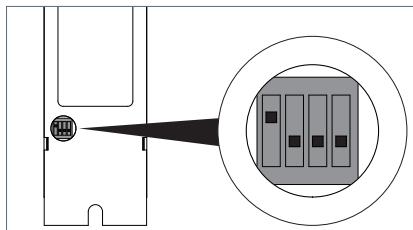

Fig. 29: Position de l'interrupteur DIP pour la fonction Advanced Single Control.
- ▶ Réglez l'interrupteur DIP n° 1 sur la position « ON », voir Fig. 29.